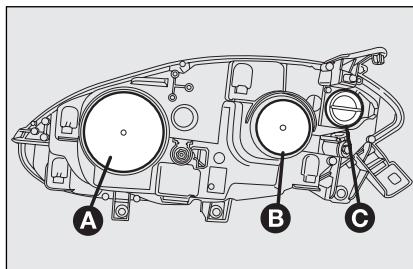
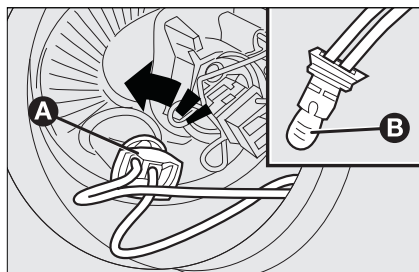

Рис. 19
Рис. 21
БЛОК-ФАРА, рис. 19
- ☐ снимите защитную крышку **B**, рис. 19;
- ☐ установите на место защитную крышку **A**, рис. 19.
- ☐ снимите защитную крышку **A, рис. 19**;
- ☐ поверните патрон лампы **A, рис. 21** против часовой стрелки, и извлеките его;
- ☐ установите новую лампу, установите патрон **A, рис. 21** и защитную крышку **B, рис. 19**.
- ☐ установите на место защитную крышку **B, рис. 19**.
- ☐ поверните защитную крышку **C, рис. 19**, против часовой стрелки;
- ☐ установите на место защитную крышку **A, рис. 19**.